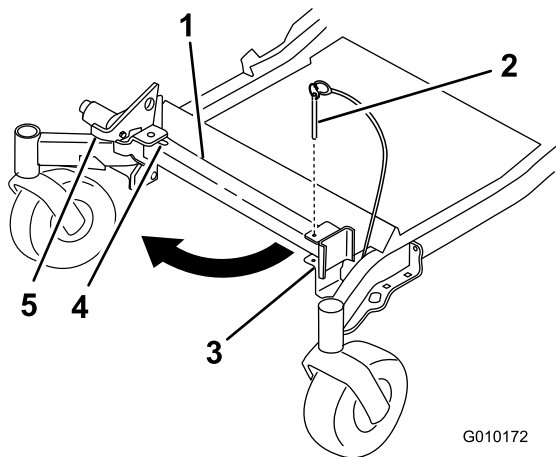
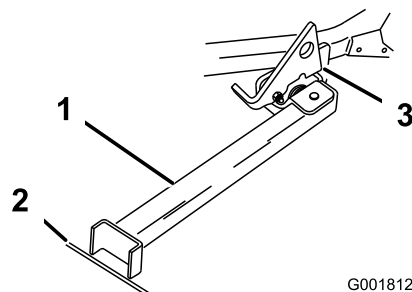

Figure 40
Figure 41
2. Retirez la goupille du support (Figure 40).
3. Soulevez le verrou. Dépliez le pied du support et poussez le support vers la machine dans la base de la fente (Figure 40 et Figure 41).
4. Posez le pied du support sur le sol et appuyez le verrou sur la languette de pivot (Figure 41).
6. Montez la machine sur le support. Arrêtez-vous quand le verrou retombe sur la languette en position verrouillée (Figure 41). Une fois la machine en place sur le support, serrez le frein de stationnement et coupez le moteur.
5. Ramenez le support à sa position de repos (Figure 40).